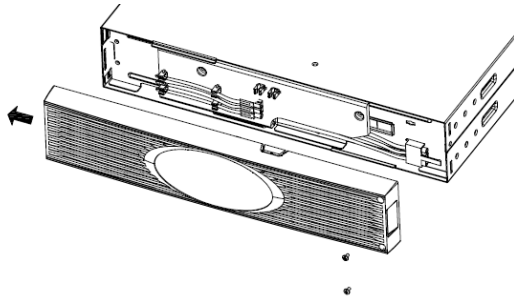

Figura 7: Rimozione del pannello frontale dal pacco batterie
3. Rimuovere il pannello frontale da ognuno dei singoli pacchi batterie (vedi Figura 7).
4. Nel pacco batterie inferiore (o nell'unico pacco batterie) rimuovere l'uscita cavi solo sul lato superiore del pannello frontale. Nella Figura 7 è rappresentata la posizione dell'uscita cavi superiore.
5. Se si installano più pacchi batterie, per ogni pacco batterie devono essere rimosse le uscite cavi superiori e inferiori. Nella Figura 7 è rappresentata la posizione delle uscite cavi.